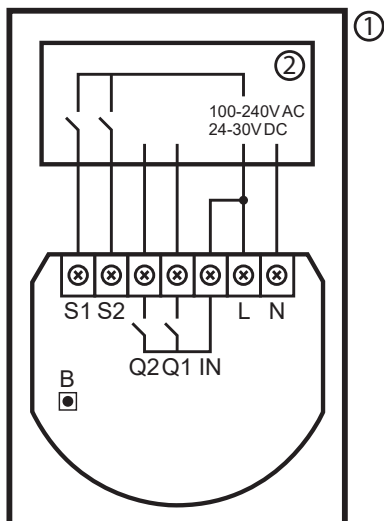

Figura 1: Exemplo de ligação do DoubleSmart-Control
2. Ligar como indicado na Figura 1 abaixo.